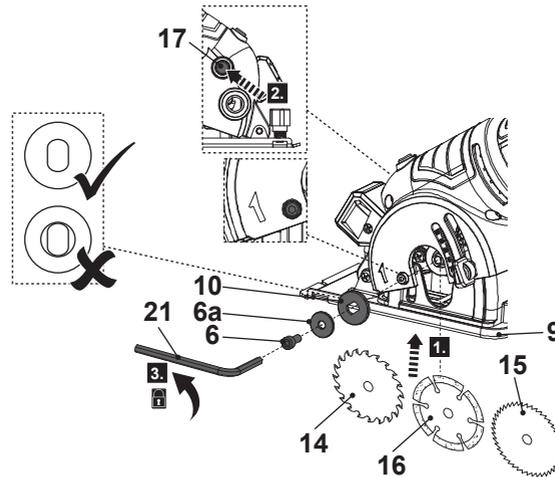

Fig. 3
7. Manter a placa de base (9) pressionada para cima e inserir uma lâmina de serra adequada da ranhura da placa de base (9) e colocá-la na flange traseira do fuso (Fig. 3, passo 1).
9. Soltar cuidadosamente a placa de base (9) de volta à sua posição inicial.
10. Fixar a lâmina da serra com a flange de bloqueio (10), a arruela (6a) e o parafuso de bloqueio (6), assegurando que a flange de bloqueio (10) está correctamente orientada. Bloquear o fuso pressionando o botão de bloqueio do fuso (17) (Fig. 3, passo 2) e apertar o parafuso de bloqueio (6) no sentido contrário ao dos ponteiros do relógio com a chave hexagonal (21) fornecida (Fig. 3, passo 3).